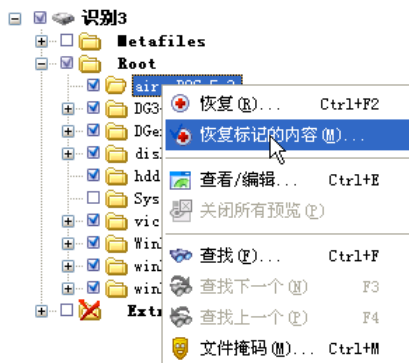

图 5-65 选择恢复数据选项
(13) 里面有 9 个文件夹，是在原来第一个硬盘的第三个分区中，即 22 分区中。将需要恢复的软件打钩，然后在右键菜单中选择恢复数据的选项，如图 5-65 所示。